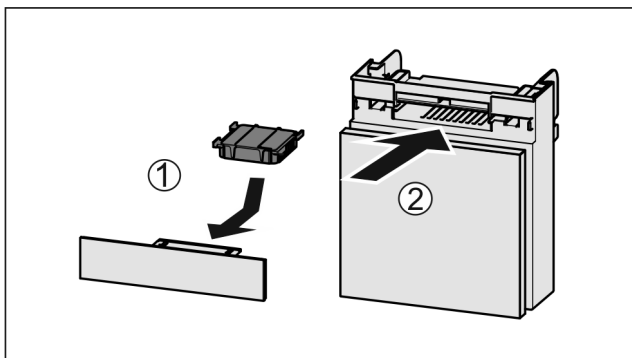

Fig. 100
- ▶ Inserire il vano Fig. 100 (2).